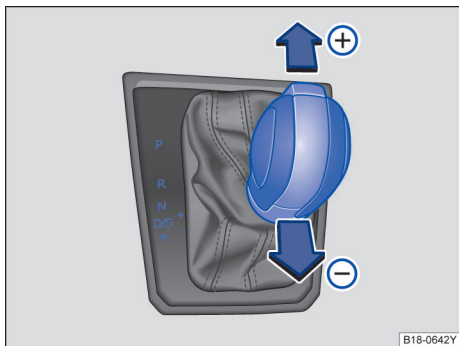

图 94 选档杆在 Tiptronic 手动电控换挡程序位置上
- 向前 ⊕ 或向后 ⊖ 短促按压选档杆，即可换高档或降档 → 图 94。